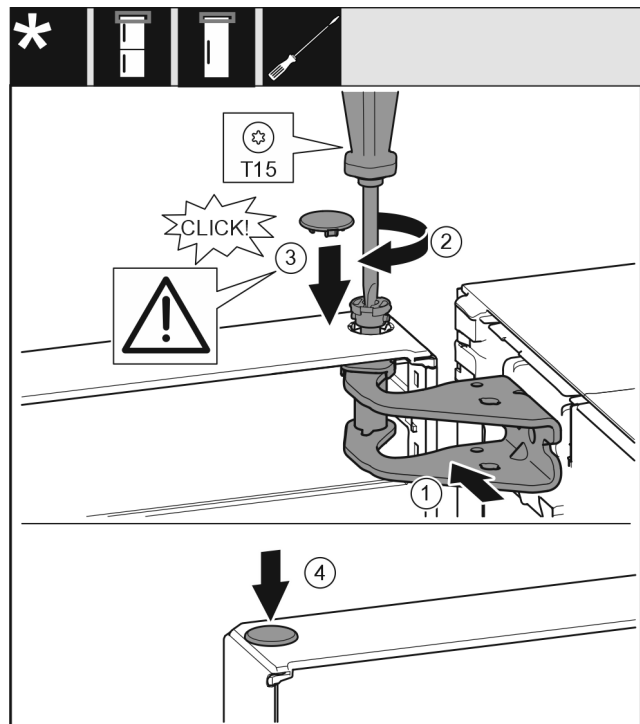

Fig. 24
- ▶ Tür oben zur Öffnung im Lagerbock Fig. 24 (1) ausrichten.
- ▶ Bolzen Fig. 24 (2) einsetzen und mit Schraubendreher festschrauben.
- ▶ Abdeckung Fig. 24 (3) einsetzen.
- ▶ Kontrollieren, dass die Abdeckung Fig. 24 (3) auf der Tür aufliegt.
- ▶ Abdeckung Fig. 24 (4) einsetzen.